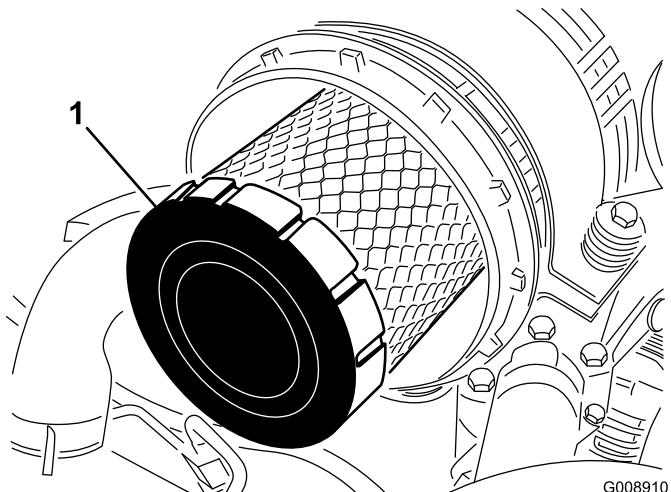

Рисунок 60
- Снимите и замените фильтр грубой очистки (Рисунок 60).